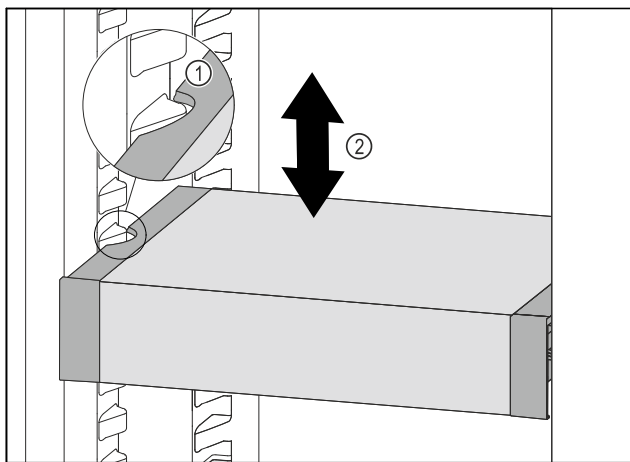

Fig. 123
- ▶ Predal VarioSafe povlecite v smeri naprej, dokler nista stranska izreza predala VarioSafe na višini nastavka za posodo v hladilniku. Fig. 123 (1)
- ▶ Predal VarioSafe premikajte v hladilniku gor ali dol, dokler ne dosežete zelene višine. Fig. 123 (2)